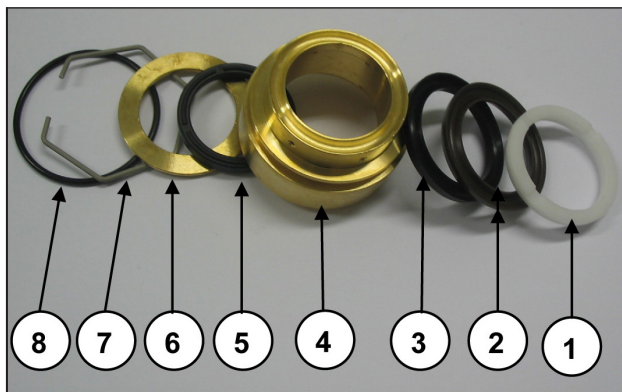

Fig. 44
Prestar atención al orden de desmontaje del paquete de juntas como se indica en la Fig. 44, compuesto por:
- B) Lubricar los componentes ②③⑤ (Fig. 44) con grasa de silicona de Tipo OCILIS cód. 12001600; tal operación es considerada necesaria también para facilitar el asentamiento del labio de las juntas sobre el pistón.